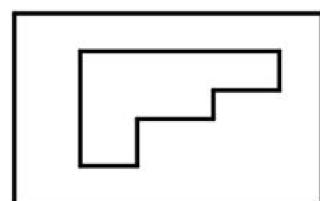

图 2-101 以角点作为参考基准
- 如果整个图形中没有圆，那么从测量基准点开始绘制，也就是左下角点或者左上角点（从左到右的绘图顺序），如图 2-101 所示图形。